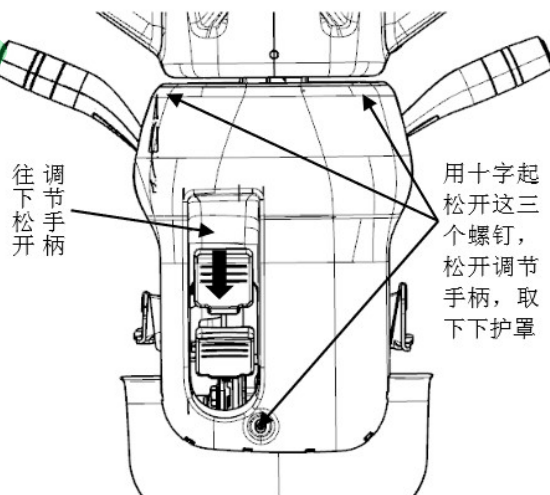

图 4-15
- ① 脱开上下护罩的卡扣，取下上护罩。
- ② 用十字起松开下护罩的三个安装螺钉，松开转向管柱角度调节手柄，将下护罩取下，如图 4-15 所示。。